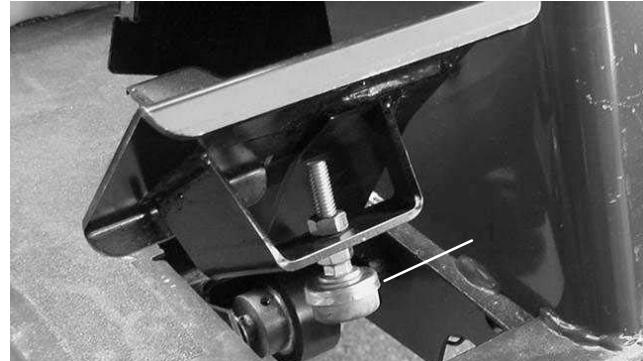

Bild 58
- Prüfen Sie die Einstellung des Anschlages des Fahrpedals. Der Pedalanschlag (Bild 58) sollte den Rahmen leicht berühren, bevor der Pumpenhub ganz ausgefahren ist.